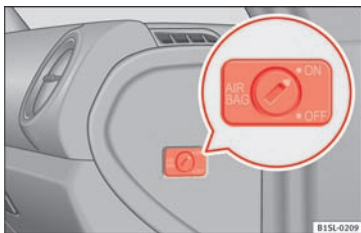

Fig. 17 I passagersiden: nøglekontakt til fra- og tilkobling af forsædepassagerens frontairbag
- Drej nøglekontakten til position **OFF** »» Fig. 17 med bilnøglen.
- Drej nøglekontakten til position **ON** »» Fig. 17 med bilnøglen.